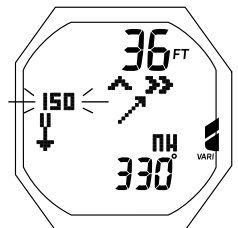

Fig. 166 - INVERSER CAP DE RÉFÉRENCE
**INVERSION D'UN CAP DE RÉFÉRENCE** : paramètres affichés (Fig. 166)